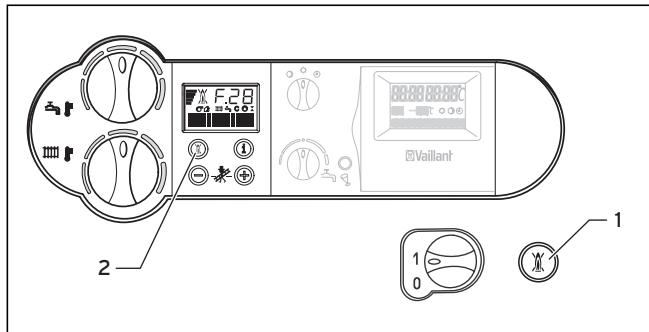

Abb. 4.11 Entstörung
- Drücken Sie zur Entstörung einmal die Taste „Entstörung“ (2, Abb. 4.11). Sollte das Gerät danach nicht in Betrieb gehen, müssen Sie Ihren Fachhandwerker zwecks Überprüfung zu Rate ziehen.